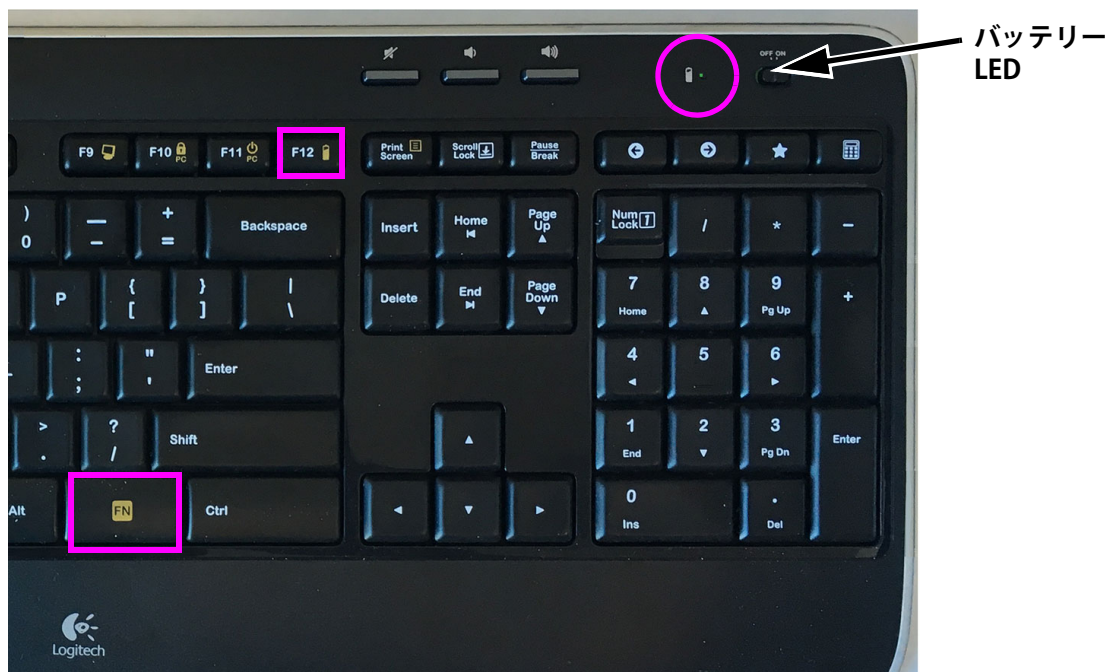

図 9-52. キーボード (部分) ファンクションキーとバッテリー残量 LED の表示
ファンクション (FN) キーを押したまま、F12 キーを押します。バッテリーの LED が緑色に点灯している場合、バッテリーは正常です。LED が赤色に点灯する場合は、バッテリー残量が 10% に低下しており、バッテリーの残量は数日しかありません。また、キーボードの上部にある **On/Off** スイッチを使用して、キーボードをオフにしてから再び有効にすることもできます (図 9-52 を参照)。